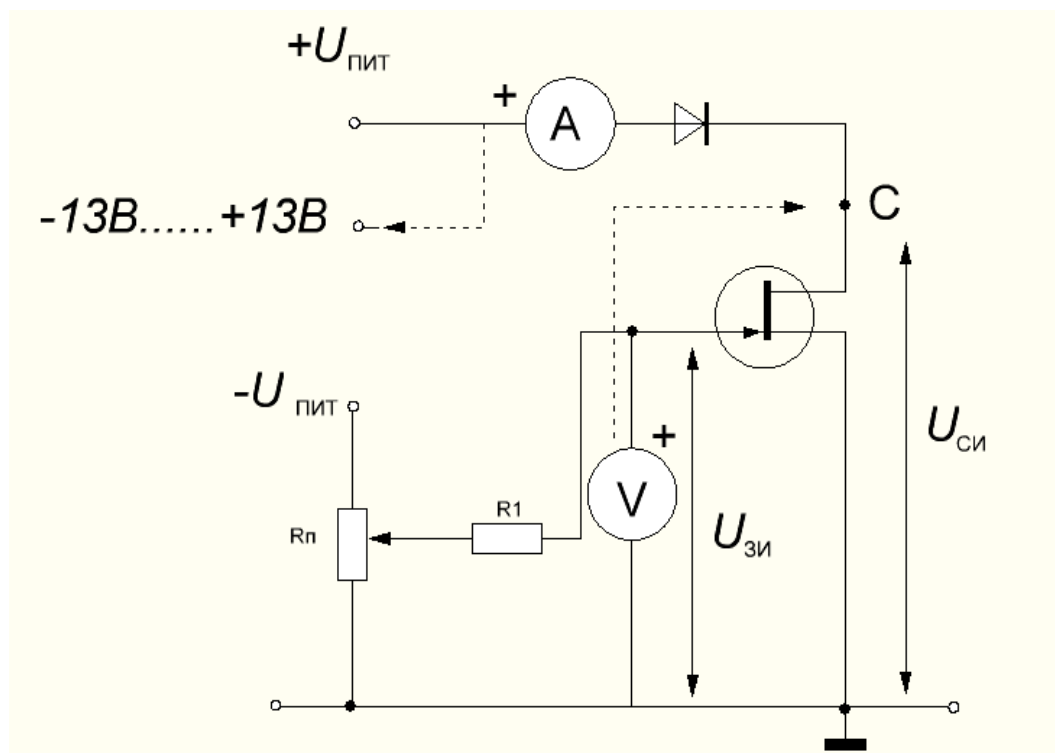

Рис. 9.7
- Для исследования статических характеристик полевого транзистора соберите цепь (Рис. 9.7). Диод типа КД226 включен в схему для предотвращения подачи отрицательного напряжения на транзистор при снятии выходных характеристик,  $R_{\text{п}} = 1 \text{ кОм}$ ,  $R_1 = 1 \text{ Мом}$ .